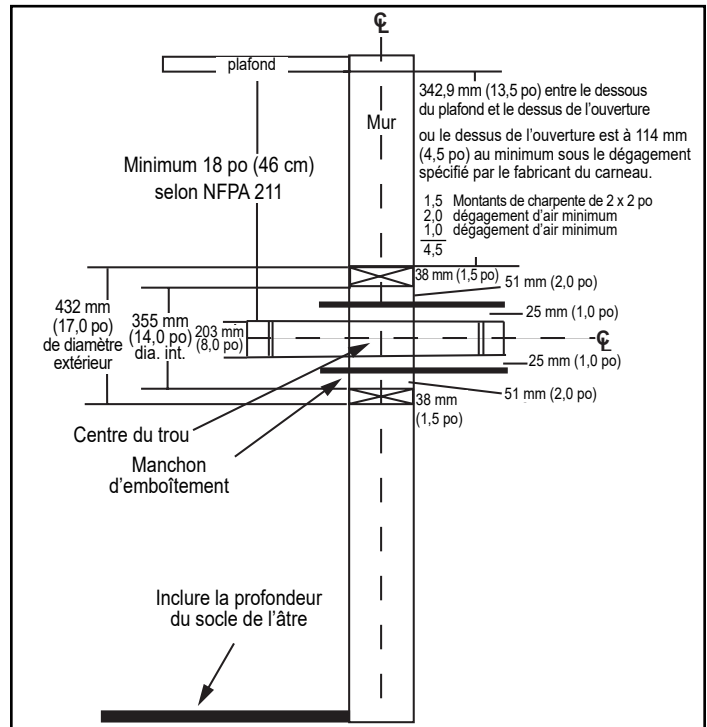

Figure 4.3
- L'ouverture en haut du mur doit être à 343 mm (13-1/2 po) au moins du plafond ou à 114 mm (4-1/2 po) au-dessous du dégagement minimum spécifié par le fabricant du carneau. Le dégagement vertical minimal selon le code NFPA 211 est de 457 mm (18 po) depuis le carneau et le plafond ou égal à la valeur minimale recommandée par le fabricant du carneau, Figure 4.3.
1. Pratiquez une ouverture dans le mur intérieur à la hauteur prévue pour l'entrée du carneau dans la cheminée en maçonnerie, Figure 4.3.